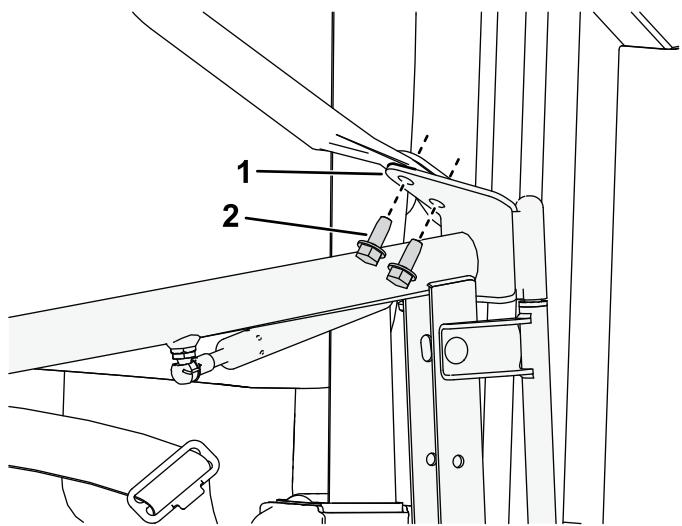

図9
3. ステップ5で取り外したねじを使用して、ドアセンブリの上側蝶番を肩当てブラケットに仮止めする図9。